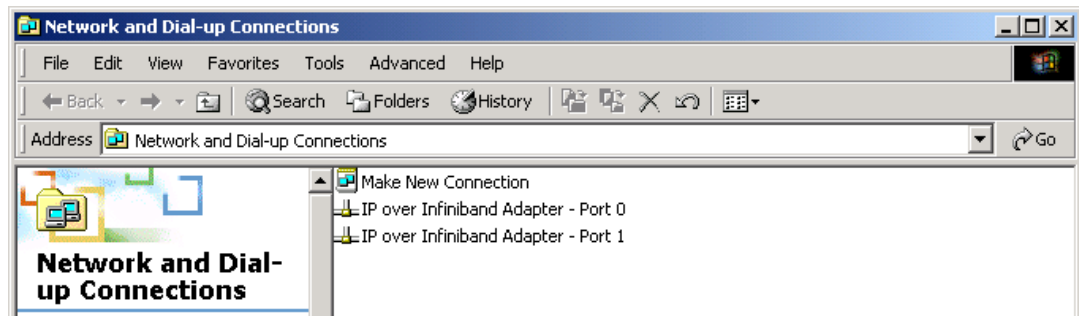

図8-11 Network and Dial-up Connections (ネットワーク接続内の InfiniBand ホスト)
7. ブレード・サーバーが再起動した後、「Network and Dial-up Connections」に2つの InfiniBand ホスト・アダプター・ポートが表示されます (図 8-11)。